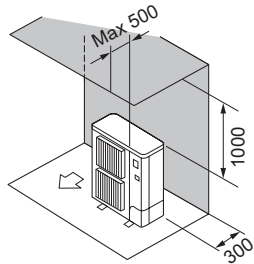

Fig. 2-7
- ② Takistused ainult taga ja üleval (Fig. 2-7)